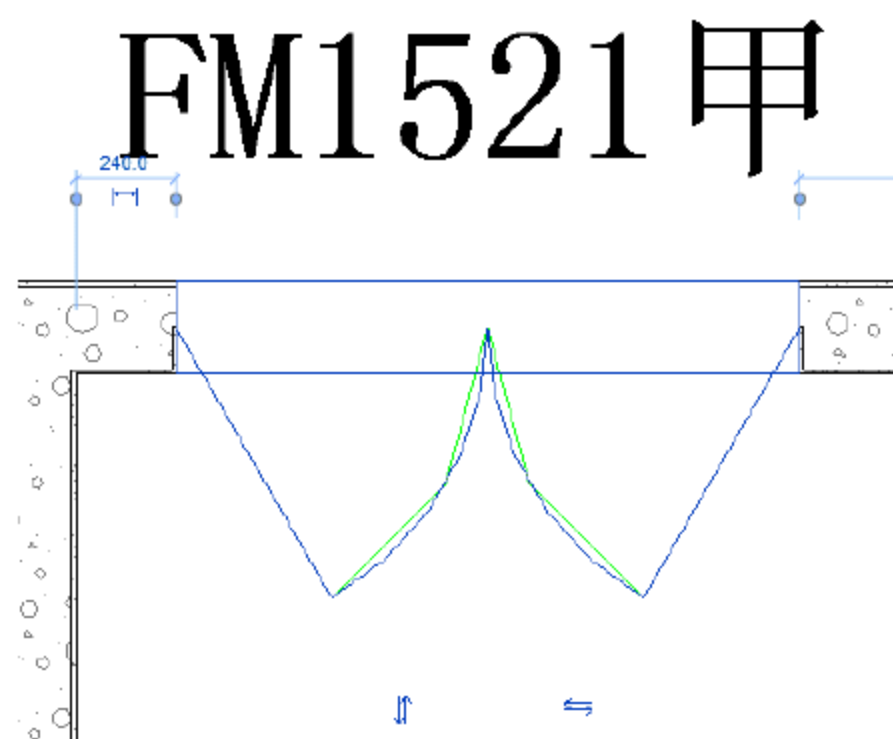
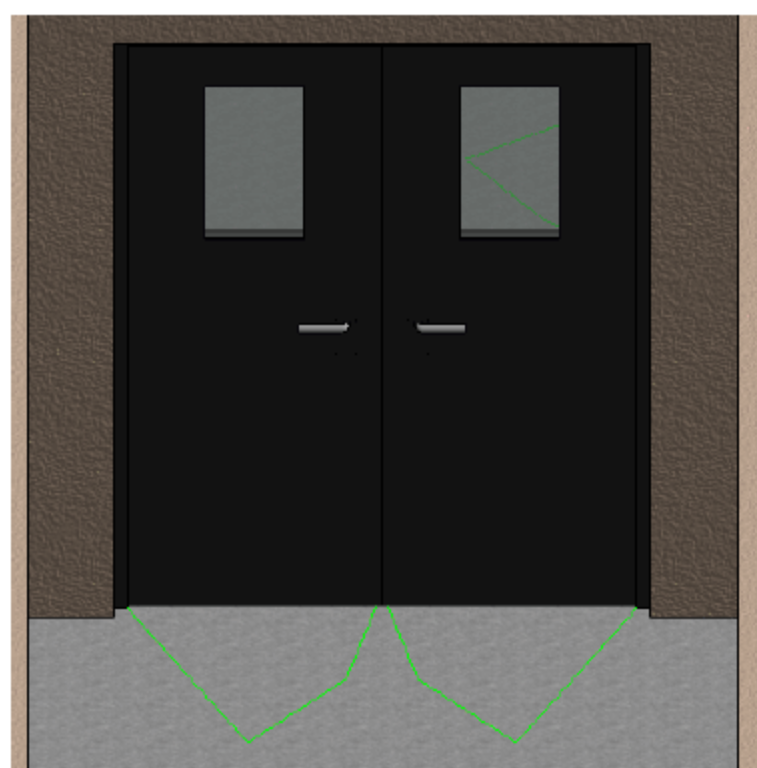

图 9.3.36 完成移动“FM1521 甲”
图 9.3.37 3D 效果图
(28) 完成移动“FM1521 甲”，如图 9.3.36 所示，3D 效果如图 9.3.37 所示。